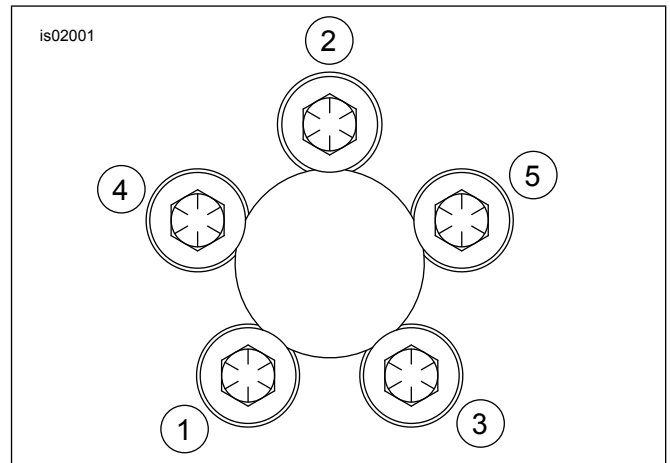

Figure 1. Séquence de serrage, pignon
4. Voir Figure 1. Serrer les vis dans l'ordre indiqué à un couple de 31,2 N·m (23 ft-lbs).
7. En utilisant les marques comme guide et avec la séquence de serrage montrée à la Figure 1, tourner chaque vis de 60 degrés de plus dans le sens horaire.